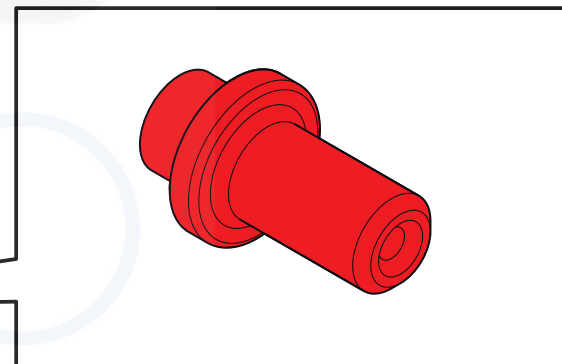

Fig. 9
► Fig. 9
Si es necesario, el cable de alimentación será sustituido por el Distribuidor o por su Servicio de Asistencia Técnica o por una persona con una cualificación similar, para evitar cualquier tipo de riesgo. El cable debe ser sustituido por uno de las mismas características y adecuado para la absorción del equipo. Para la sustitución, consulte la ► Fig. 9